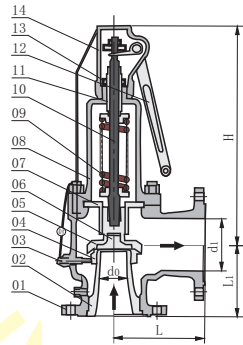

图2
- 1、开启压力已经调整好的安全阀，若回座压力及排放压力不符合要求，则可利用改变调节圈04[见图2]的位置来调整，调节圈有单调节圈和双调节圈之分；